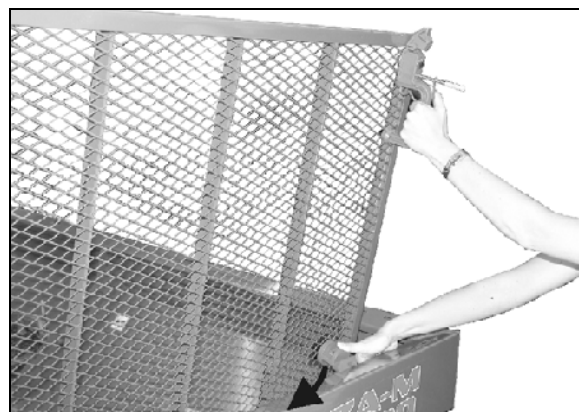

Fig. 13
- Vor dem Schließen des Schutzgitters Arretierung herunterdrücken (Fig. 13).